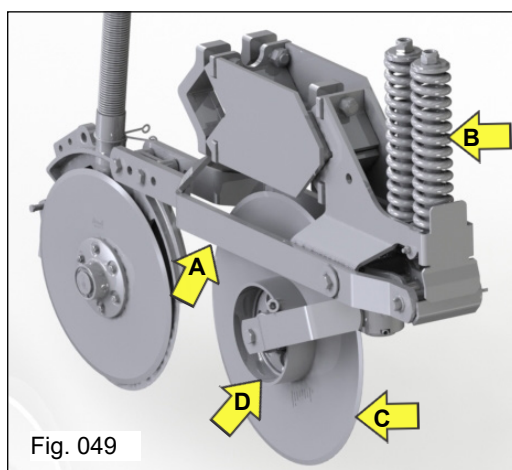

Fig. 049
Os discos de corte da 3080PD SUPERA são compostos de (Fig. 049):
- Regulagem disco de corte: abaixar as porcas inferiores “C” (Fig. 050) e apertar a superior, de acordo com a necessidade de corte, o anel limitador “D” (Fig. 049) tem três funções importantes, limitar a profundidade de corte, proteger o mancal sobre o excesso de solo e principalmente “pisar” na palhada para facilitar o corte.